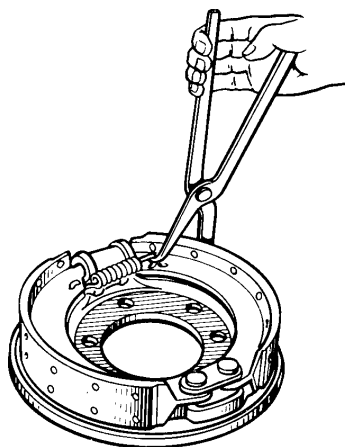

Рис. 13.8. Снятие и установка стяжной пружины тормозных колодок
3. Снимите стяжную пружину тормозных колодок с помощью специальных шипцов (рис. 13.8).